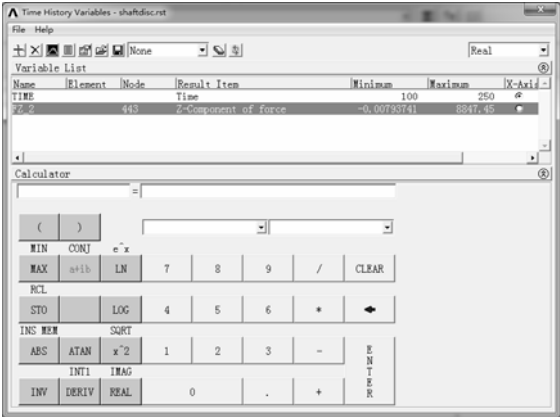

图 9-133 显示出定义的变量“TIME”和“FZ_2”
- 3) 单击“OK”按钮，弹出节点拾取对话框，选中左端轴端面上的任意节点，单击“OK”按钮，返回到变量定义对话框，显示出定义的变量“TIME”和“FZ_2”，如图 9-133 所示。